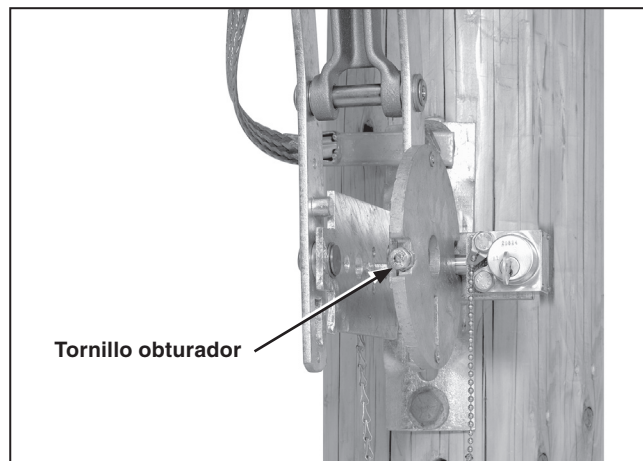

Figura 26. Obturación de ranura en el disco de interbloqueo.
PASO 26. Bloquee una de las dos ranuras del disco de bloqueo con el tornillo obturador que se incluye. (La ranura que se debe tapar dependerá de si se necesita una configuración con bloqueo en apertura o con bloqueo en cierre). Ver Figura 26.